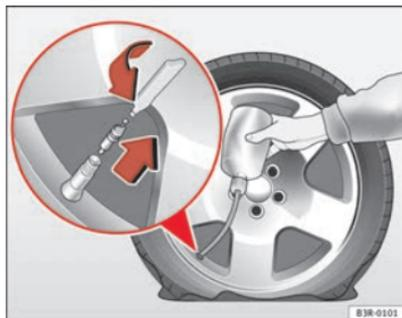

Fig. 185 Efectuar la reparación
- Retire la caperuza de la válvula del neumático y desenrosque el obús de la válvula con el útil que se suministra ⇒ fig. 185.